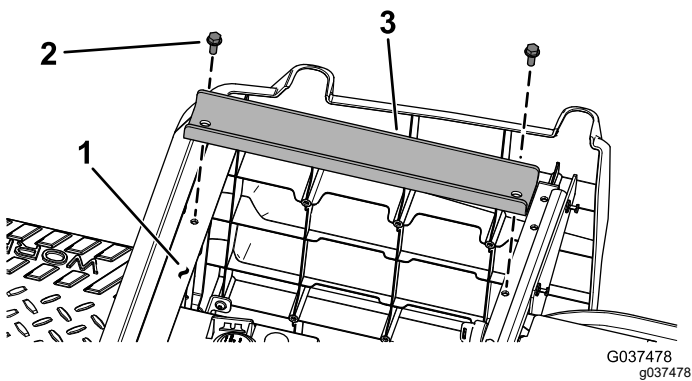

**Figura 6**
2. Retire los 2 tornillos (5/16" x 3/4") y las 2 contratuercas (5/16") de cada reposabrazos para retirar los reposabrazos (Figura 6).